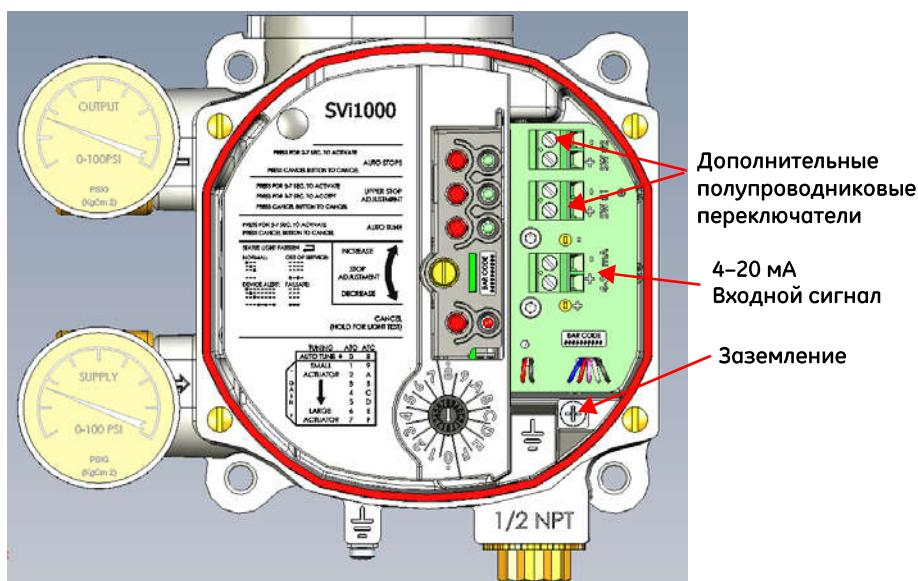
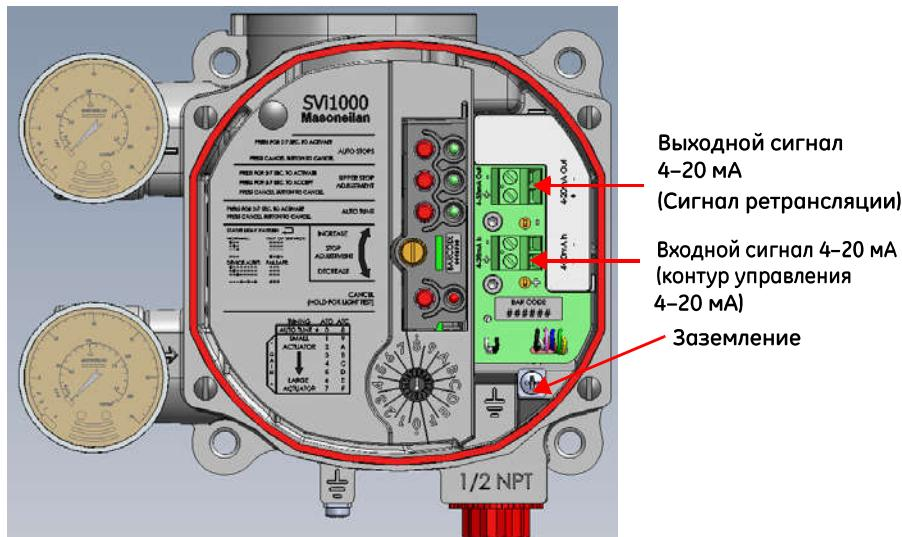

Рис. 19. Соединения с электронным модулем с переключателями (через интерфейсную плату)
Рис. 20. Соединения с электронным модулем с ретрансляцией положения (через интерфейсную плату)
- b. Полностью вставьте зачищенные концы проводов в соответствующую клемму. При необходимости ослабьте винт клеммы, чтобы вставить провод. Возле каждой клеммы указаны обозначения, по которым следует определять функцию клеммы и полярность (на Рис. 19 показаны клеммы соединений 4–20 мА и Рис. 20 на стр. 38 ретрансляции положения).